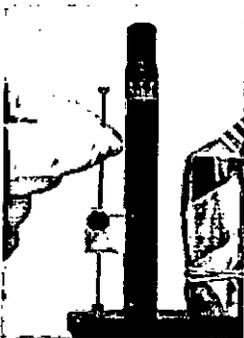

Figura 45
15. Retire el tubo espaciador. (Ver Figura 45)